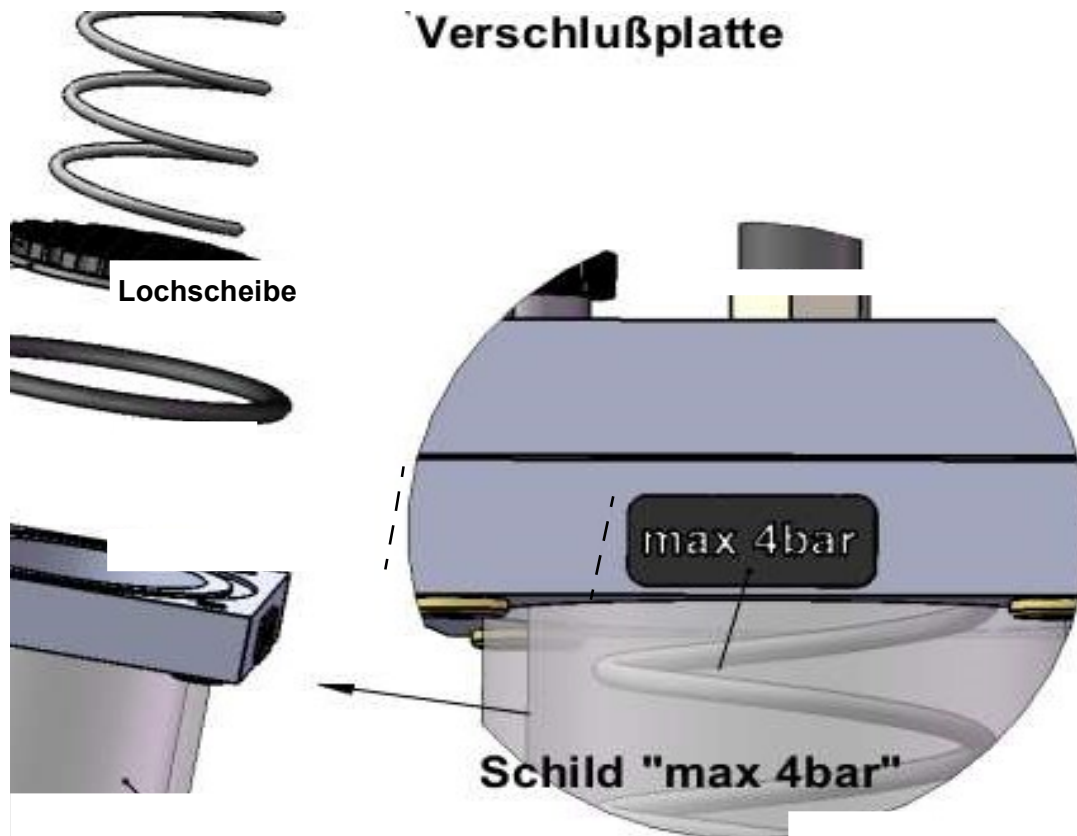

Abb. 66: Filterpatrone (Explosionszeichnung)
- Öffnen Sie vorsichtig die Filterpatrone von oben. Achten Sie auf die Feder, die in der Filterpatrone enthalten ist (Abb. 66 auf Seite 113).
- Legen Sie auf die Natronkalkplättchen mit Indikator in folgender Reihenfolge: die Filtermatte, die Lochscheibe, die Feder und den O-Ring in die Nut der Filterpatrone (Abb. 66 auf Seite 113).